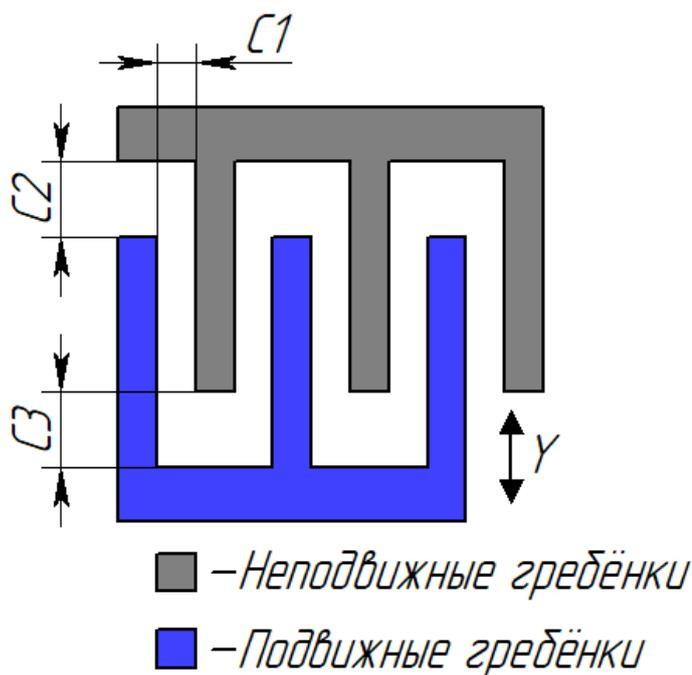

Рисунок 3 – Ёмкости ГС тип 5
ГС тип 5 образуют несколько емкостей, рисунок 3.
Пример определения ёмкости ГС тип 5 (рисунок 3) используя программу MathCad. Для автоматизированного определения ёмкости ГС, в программе MathCad используются подпрограммы. Определение ёмкости будет осуществляться по формуле (1), не учитывающей краевые эффекты.